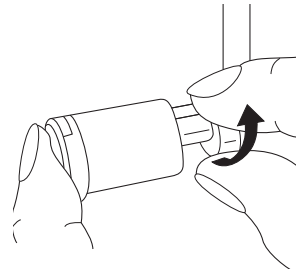

Abb.92
- Stellen Sie das bewegliche Obermesser **18** in Ruhestellung (Abb. 92). Die Textilie wird nicht beschnitten bei dieser Art von Naht.